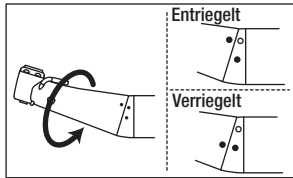

Abb.11
- 4) Drehen Sie den Kopf in die Richtung der Markierung ● bis dieser einrastet (die Markierungen sind ausgerichtet). (Abb.11)
Wenn Sie das Handstück auf dem Motor montieren, müssen Sie überprüfen, ob die Markierung ● auf dem Handstück ausgerichtet ist. (Abb.11) Wenn das Handstück mit falsch ausgerichteter Markierung auf dem Motor montiert ist, kann das Handstück nicht korrekt auf dem Motor montiert sein oder kann sich der Kopf lösen.